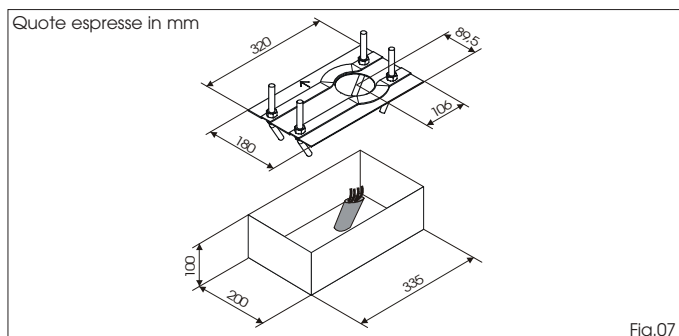

Fig.07
- 3) una volta determinata la posizione della piastra di fondazione eseguire un plinto come da Fig.07 e murare la piastra prevedendo una o più guaine per il passaggio dei cavi. Verificare la perfetta orizzontalità della piastra con una livella. Attendere che il cemento faccia presa.